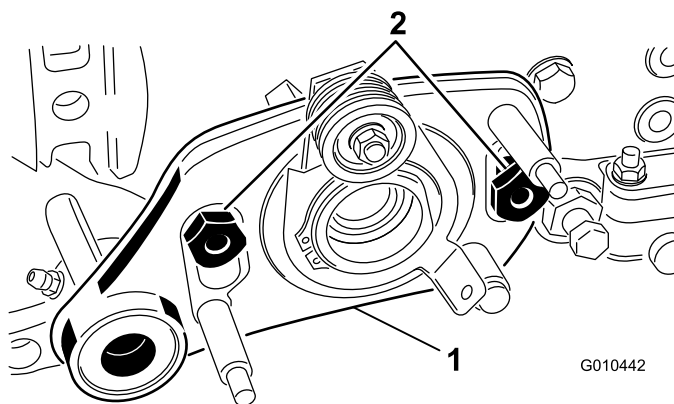

Figure 35
8. Enlevez les 2 écrous à épaulement qui fixent l'entraînement du groomer aux adaptateurs des plaques latérales (Figure 35).